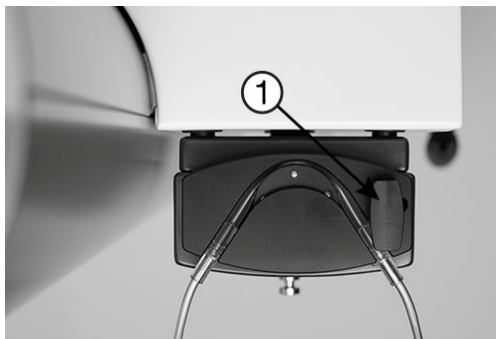

Figure 32 - Verrouillage de la tête de la pompe
Verrouiller la tête de la pompe en tournant la poignée (1) dans le sens horaire - voir la Figure 32.